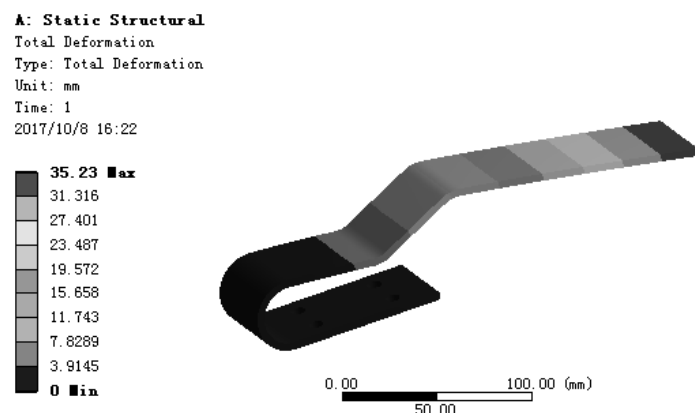

图 8.6.17 位移变形结果图解
(3) 查看位移变形结果图解。在“Outline”窗口中选中 **Total Deformation**，查看图 8.6.17 所示的位移变形结果，其最小位移为 0 mm，其最大位移为 35.23 mm。